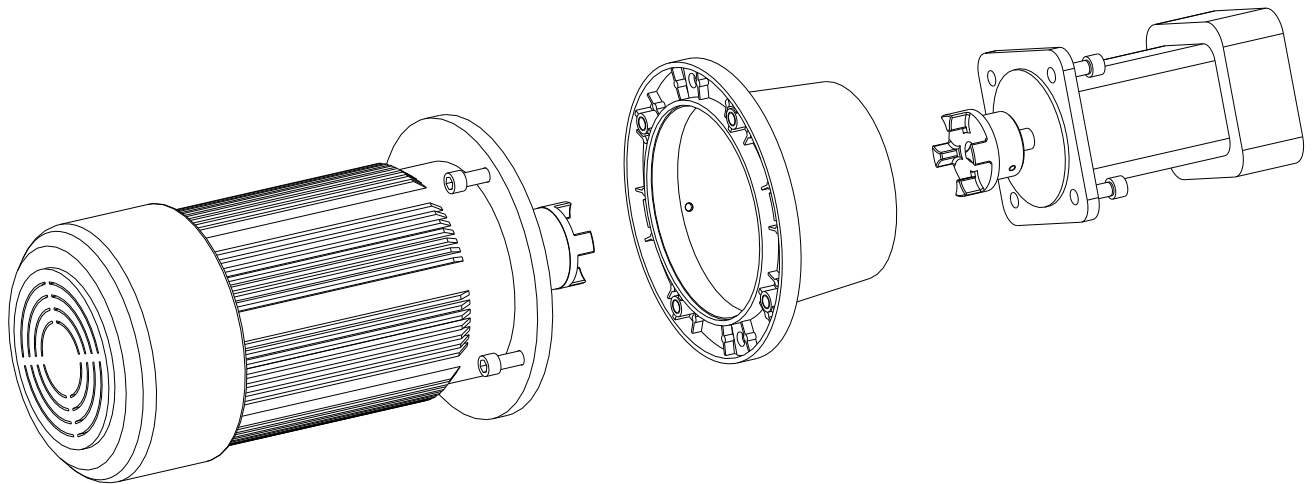

Figura 3: Montaje de un motor eléctrico y bomba con campana
- La campana se debe encajar en los centrajés correspondientes del motor y bomba (ver figura 3) y posteriormente debe atornillarse. Para fijar la campana al motor **sólo** deben de utilizarse los respectivos taladros roscados.